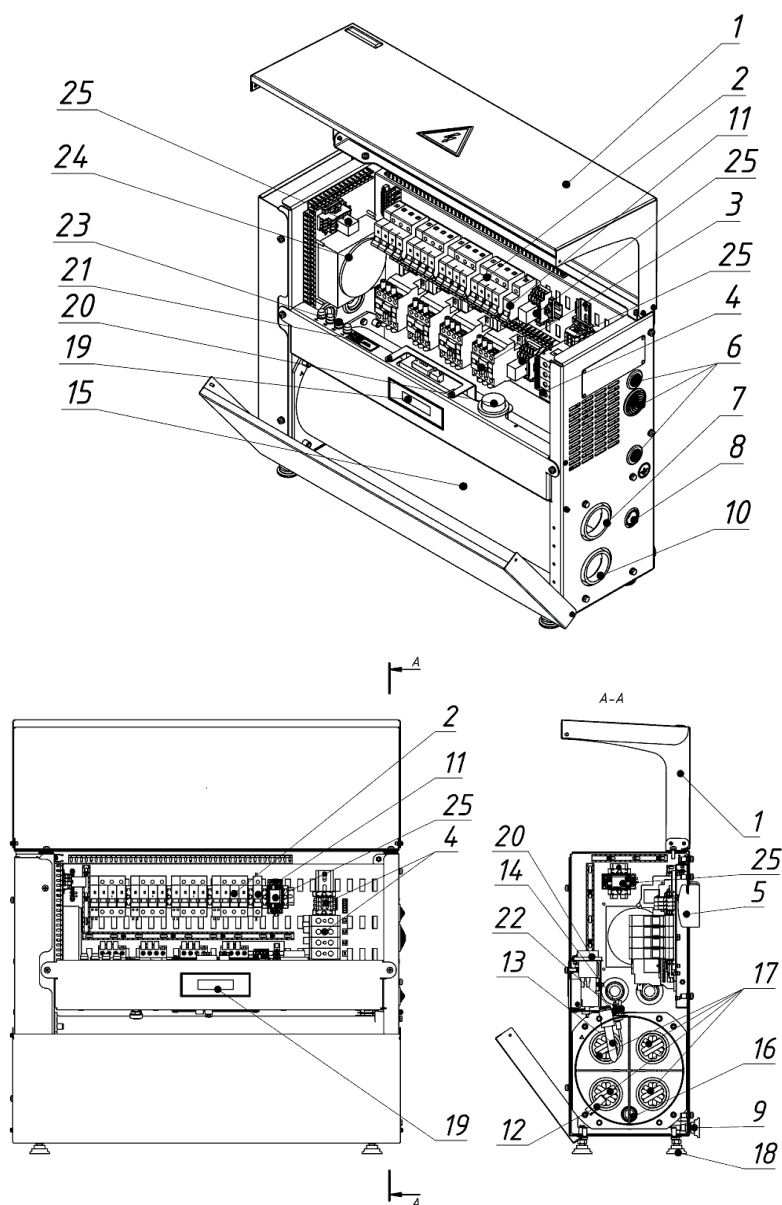

Рис. 1
- 4.6. При помощи автоматических выключателей (Рис.1), (2) "QF1", "QF2", "QF3" "QF4" можно принудительно отключить нужную ступень водонагревателя.
- 4.18. Внутри водонагревателя (Рис.1), установлены регулируемый термоограничитель (20) и термовыключатель (14) Регулируемый термоограничитель обеспечивает плавную регулировку максимальной температуры нагрева воды от 0-86  $^{\circ}\text{C}$ .
- 4.20. При нагреве воды выше  $90 \pm 3$  °С, срабатывает аварийный термовыключатель по температуре, нагрев отключается, контроллер выключается. После выключения новый пуск возможен только вручную. Перед запуском необходимо установить причину перегрева и устранить ее. Для возобновления работы необходимо нажать кнопку, расположенную сверху термовыключателя (14) Рис. 1.
- 4.27 В режиме «резервного управления» можно уменьшить количество включённых ступеней мощности при помощи автоматических выключателей (Рис.1), (2) "QF1", "QF2", "QF3" "QF4", для уменьшения скачков напряжения в сети.
- 6.20. При установке водонагревателя, в патрубок предохранительного клапана (8) Рис. 1 необходимо установить предохранительный клапан на 0,6 МПа (в комплекте).
- 6.24. **На патрубок входа (10) Рис. 1 холодной воды в водонагреватель должен быть установлен комплект подводящей запорной арматуры, обратный клапан и фильтр** (Заказываются опционально).
- 6.25. Отвод горячей воды осуществляется от патрубка (7) Рис. 1, расположенного в верхней части водонагревателя